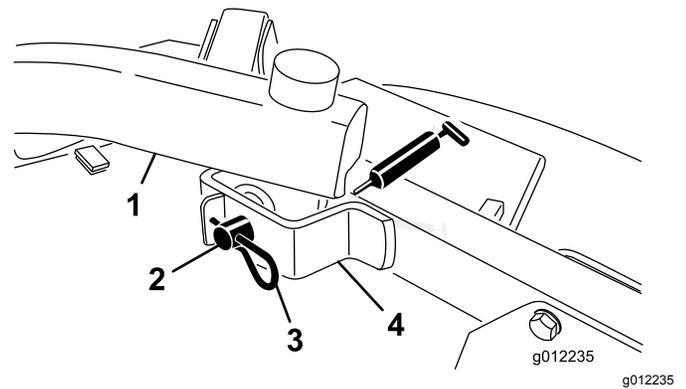

Figure 22
- Pivots de bras de levage avant (2) (Figure 22)